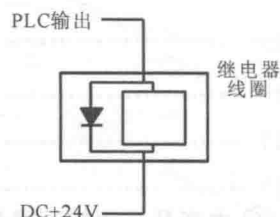

图 1-1 连接电涌吸收二极管
- ① 参加接线与检查的人员,必须具有完成此项工作的能力。
① 数控装置必须可靠接地,接地电阻应小于  $4\ \Omega$ 。切勿使用中性线代替地线。否则可能会因受干扰而不能稳定正常工作。
① 接线必须正确、牢固,否则可能产生错误动作。
① 数控装置到驱动单元的通信电缆,速度/位置传感器到驱动单元的反馈电缆,均不要通过端子和插头进行转接。否则数控装置可能因易受干扰而不能正常工作。
① 任何一个接线插头上的电压值和正负(十、一)极性,必须符合说明书的规定,否则可能发生短路或设备永久性损坏等故障。
① 受数控装置 PLC 输出信号控制的直流继电器上的电涌吸收二极管,必须按规定方向(见图 1-1)连接,否则可能损坏数控装置。